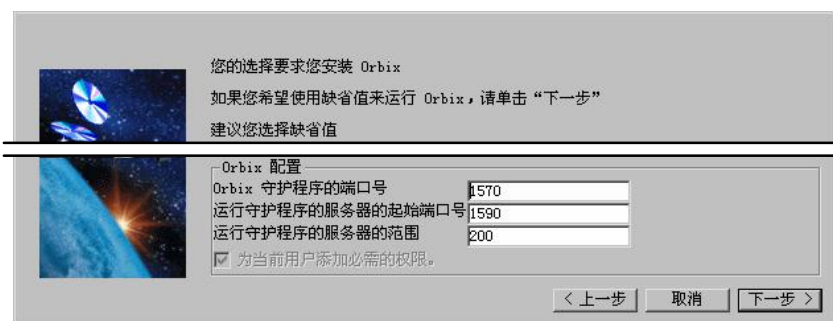

图 1.3.3 “选择 Orbix 配置”对话框
- Step 9** 系统弹出图 1.3.3 所示的“选择 Orbix 配置”对话框，可设置 Orbix 相关选项，接受系统默认设置，单击 **下一步 >** 按钮。